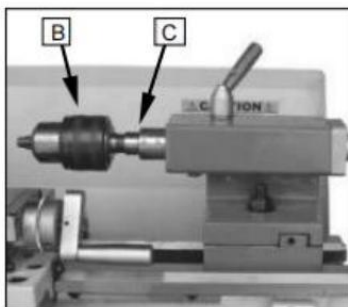

Fig. 28
utilisez le mandrin pour tenir les forets de centrage et les forets hélicoïdaux dans la queue du stock- (B) (Fig.28)
Une tonnelle est nécessaire pour le montage du mandrin de perçage dans le contre-pointe. Il a un Non. 1 Cône Morse. (c) Fig.28